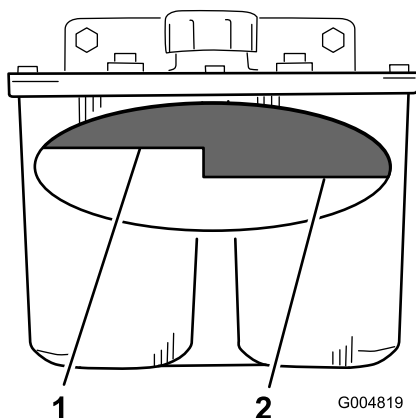

Figura 98
3. Limpe a zona em redor do tubo de enchimento do depósito hidráulico (Figura 98).
4. Retire a tampa do tubo de enchimento e observe o interior para verificar se existe fluido no reservatório (Figura 98).
Nota: O nível do fluido deve encontrar-se no cimo do nível quente do abafador, quando o fluido está quente (Figura 98).